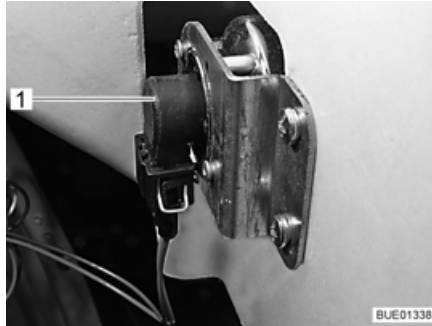

Fig. 217 Indicateur de direction
- Placer la main derrière le support de lampe (Fig. 217,1).